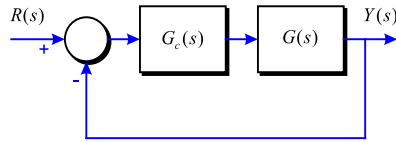

Figura 2-3
3. Donat el sistema de la Figura 2-3 amb: